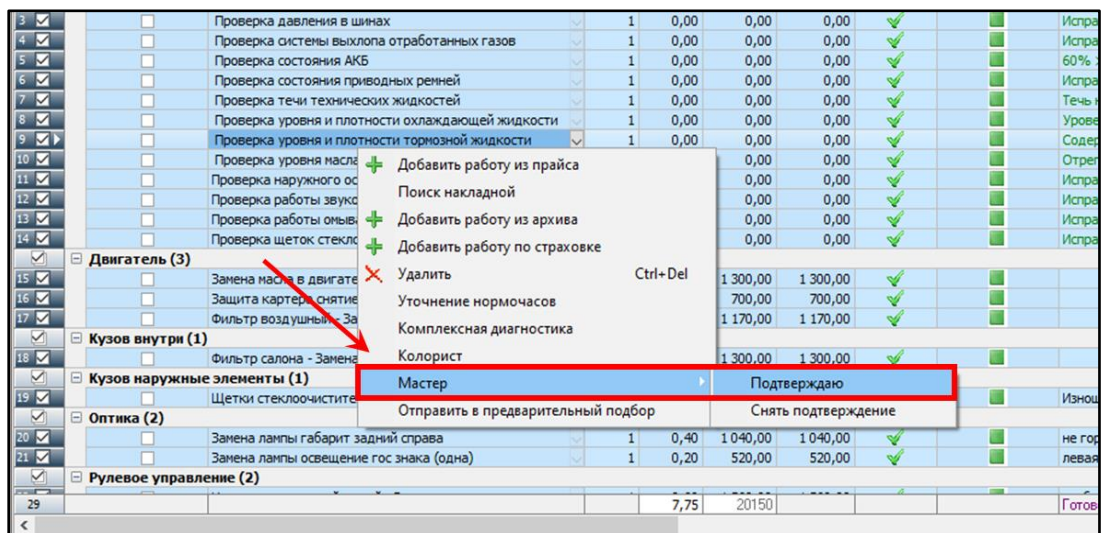

рис. 299
7.2. Далее, в произвольном месте вкладки **Работы** правой кнопкой мыши вызовите меню. В меню нажмите **Мастер**, далее **Подтверждаю** (рис.299).